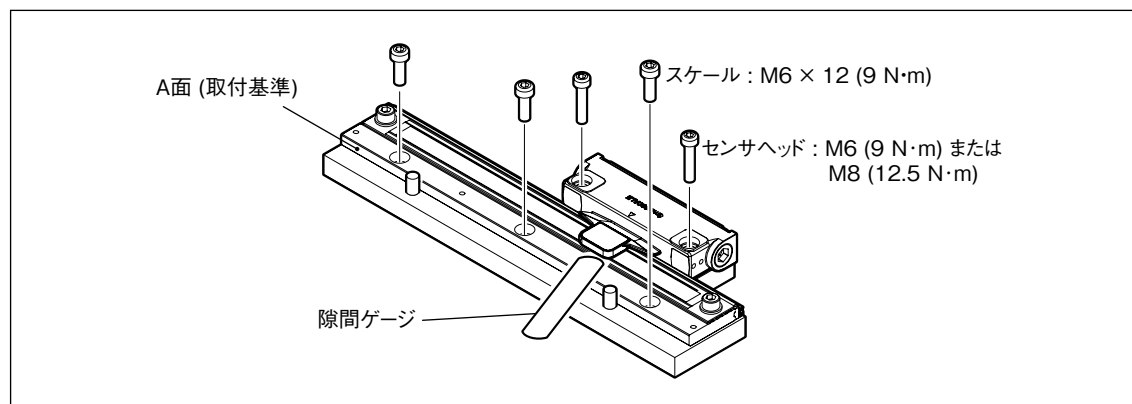

図 3-2
- ・ センサヘッドの取付けねじは一度に締めず、仮締めをし、隙間ゲージでスケールとのクリアランスを確認してから規定トルク（図 3-2 参照）で締付けてください。